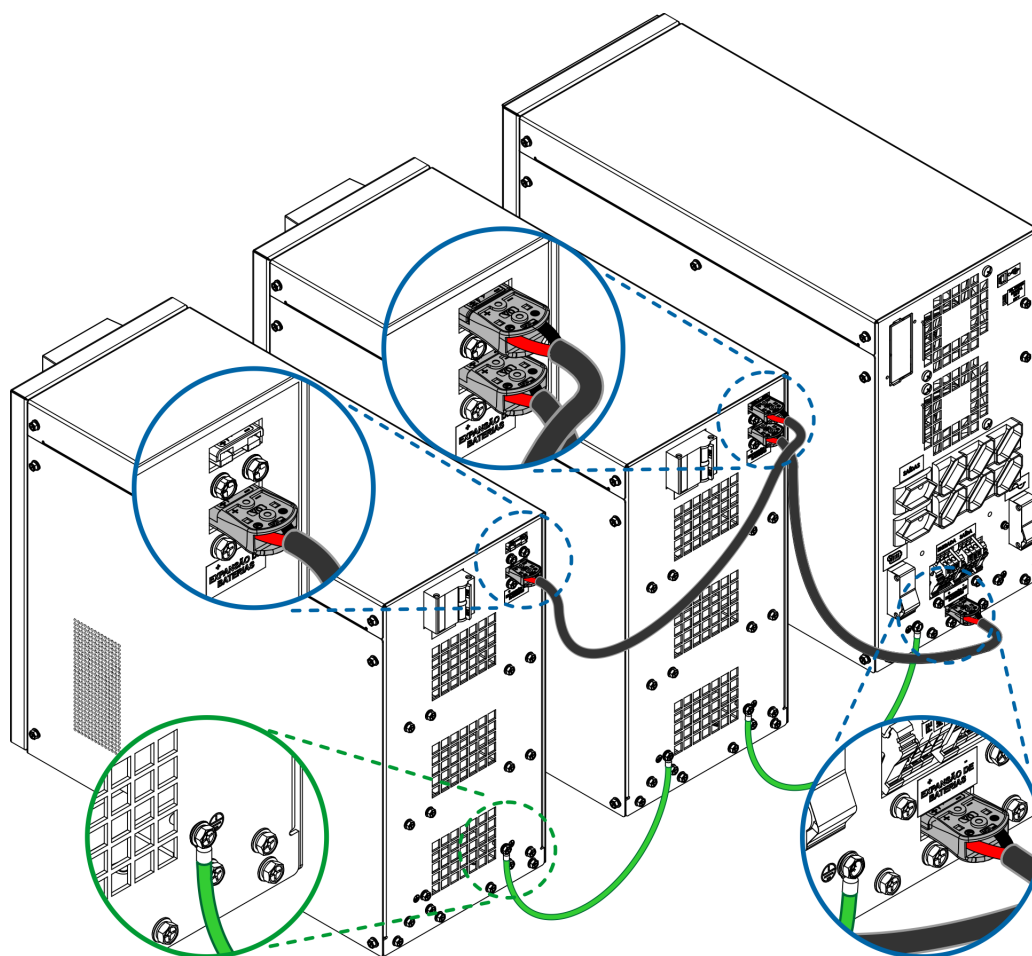

Figura 5.8: Conexão do acessório módulo de expansão de autonomia e aterramento
- Utilize o cabo de aterramento, adquirido separadamente do banco de baterias, para interconectar os pontos de aterramento dos gabinetes, como sugerido na Figura 5.8.
- Para finalizar, encaixe os conectores de engate rápido entre os bancos de bateria e o nobreak conforme a Figura 5.8.